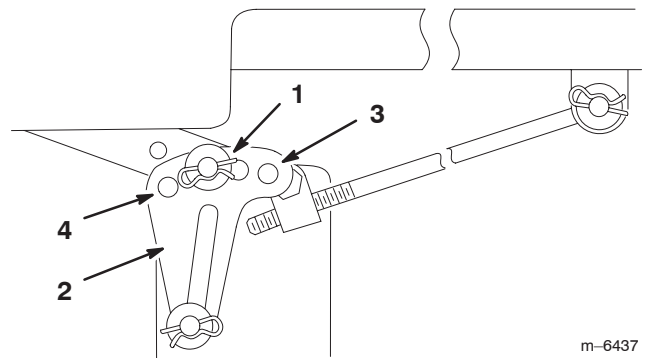

Figure 38
6. Enlevez la goupille fendue et la rondelle de la patte de mise à niveau (Fig. 38).
7. Pour mettre les lames de niveau, fixez les pattes de mise à niveau dans un autre trou à l'aide de la rondelle et de la goupille fendue (Fig. 38 et 39). Utilisez un trou plus en avant pour réduire la hauteur de la lame, ou un trou plus en arrière pour l'augmenter. Réglez les deux côtés selon les besoins.